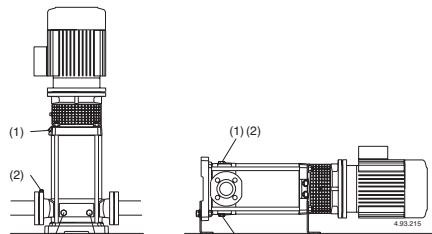

Fig. 4 (1) Fyllning samt luftskrav
Om den sugande funktionen upphör (tryckmanometern svänger eller om trycket minskar/ökar) se till att alla röranlutningar på sugsidan är täta, repetera avluftningen på sugsidan (2), se till att avluftningsskruven (2) samt dräneringspluggen (3) är täta på sugsidan (**fig. 4**).
För att förlänga livslängden skall pumpen som vid pumpning av förorenade vätskor köras med en ren vätska efteråt för att avlägsna partiklar eller, efter dränering genomförs rengöring genom att rent vatten (minst 40 liter) hälls in genom fyllnadspluggen (1) på trycksidan tills det kommer ut genom dräneringshålet (3) på sugsidan (fig. 4).
Före demontering, koppla bort strömkabeln från terminalboxen. Stäng ventilerna på sug och trycksidan och töm pumphuset (fig.4).